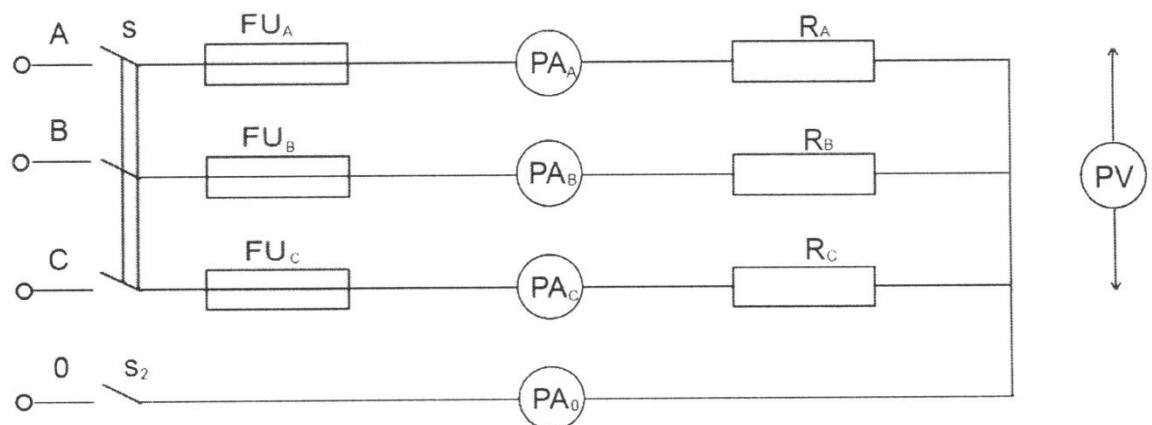

Рис. 1
В такой цепи можно выделить три характерных режима работы в случаях, когда  $X_L > X_C$ ,  $X_L < X_C$ ,  $X_L = X_C$ . Векторные диаграммы для этих режимов представлены на рис.1.
Рис. 1а  $X_L > X_C$
Рис. 1б  $X_L < X_C$
Рис. 1с  $X_L = X_C$
1.1. Собрать электрическую цепь согласно схеме (рис.1).